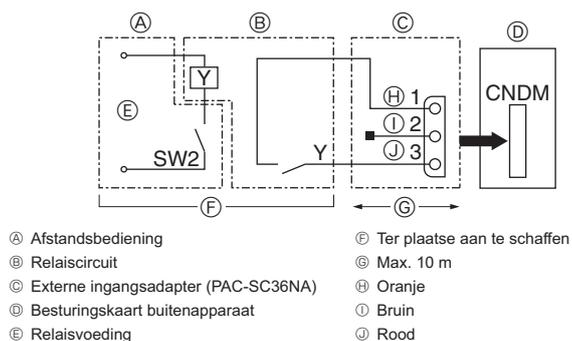

Fig. 9-2
① Breidt het circuit uit zoals afgebeeld bij gebruik van de externe invoeradapter (PAC-SC36NA). (Afzonderlijk verkrijgbaar)
9.2. Verbruiksfunctie (modificatie ter plaatse) (Fig. 9-2)